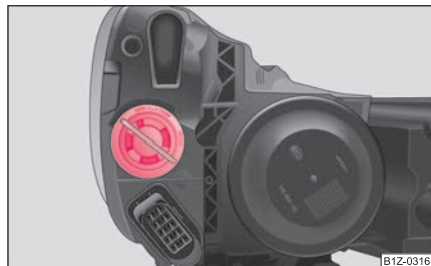

Fig. 242 Demontarea
- Rotiți soclul în sensul săgeții **OPEN (deschis)** și scoateți-l împreună cu becul luminii de semnalizare ⇒ fig. 242.